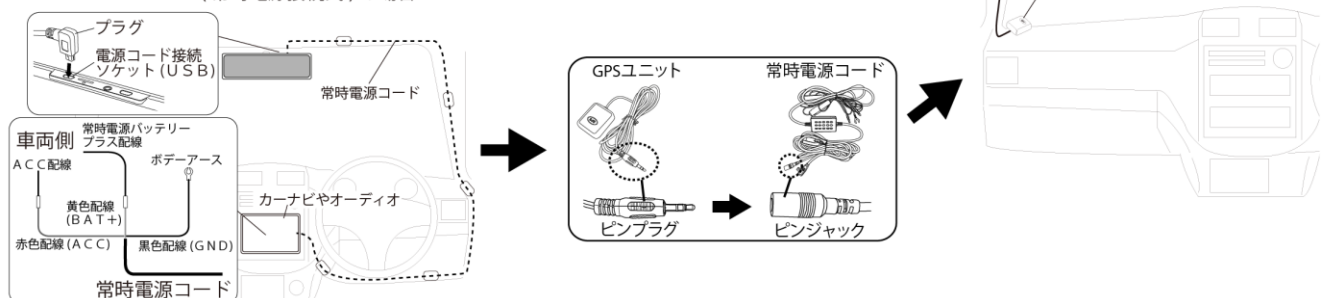

図 8
電源プラグ付き電源コードのプラグを電源コード接続ソケット (U S B) へ、電源プラグを車両側のアクセサリソケットにそれぞれ差し込んでください(図 8 参照)。
最後に黒色配線 (G N D) を車両側へボデーアースしてください(図 8 参照)。
- 6) GPSユニットのピンプラグをそれぞれの電源コードのGPSユニット接続ピンジャックへ差し込み、GPSユニット本体は液晶モニターから距離を取り、ダッシュボードの上などの水平な場所へ、ユニット裏面の両面テープを使用して取り付けしてください(図 8 参照)。
- 7) コード類はピラー内等を通し、運転の妨げにならないように配線処理してください。必要に応じてコードクリップ等(付属していません)で配線を固定してください(図 8 参照)。